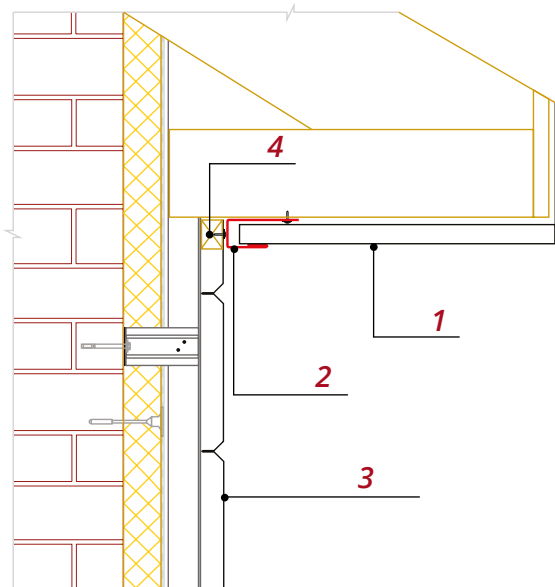

Рис. 25
- Когда подшивка карнизного свеса производится металлическим или пластиковым софитом **1**, край панели **3** закроется приемным J-профилем или молдингом **2** (рис.25).